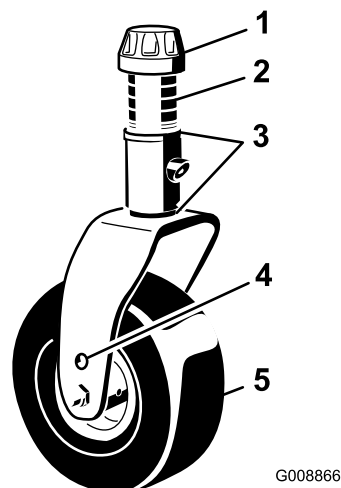

Figura 27
3. Ajuste os calços de 3 mm na(s) forquilha(s) da roda giratória de forma que coincidam com altura de corte fixada no autocolante (Figura 27); consulte Ajuste da inclinação da plataforma do cortador (página 62).